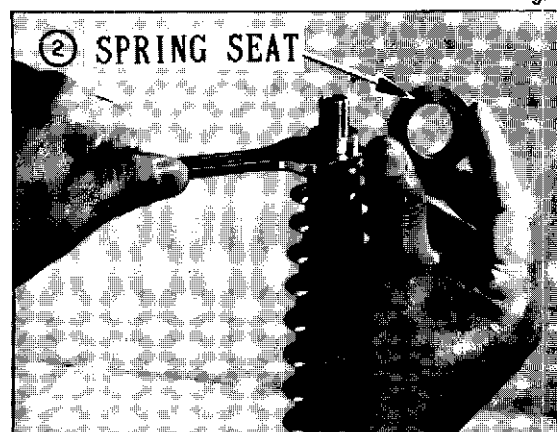

Fig. 2
- 4) Rimuovere la sede molla (Fig. 2).